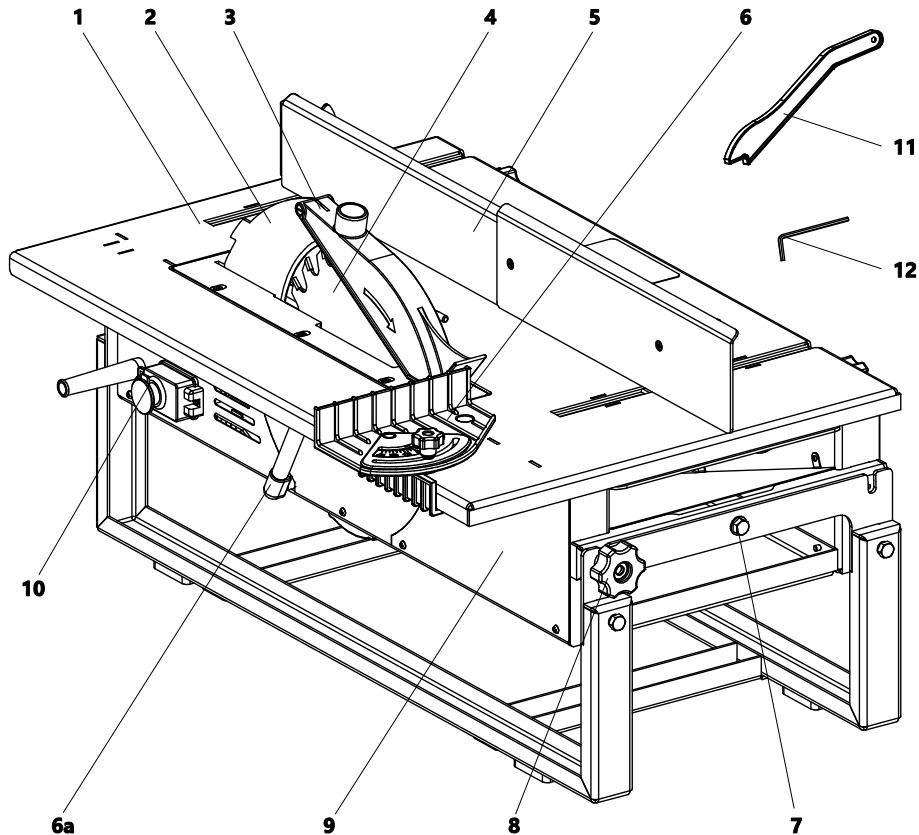

Рисунок 1. Общий вид станка в режиме пиления
| Станок деревообрабатывающий многофункциональный                          | 1               | рис. 1                                                 |
| Приспособление для поперечной распиловки под углом                       | 1               | рис. 1, поз. 6                                         |
| Толкатель*                                                               | 1               | Рис. 1, поз. 11                                        |
| Ключ 7812-0372 X9 ГОСТ 11737-93                                          | 1               | рис. 1, поз. 12                                        |
**Ручки 8 (рис. 1) должны быть затянуты, для надежной фиксации корпуса станка.**